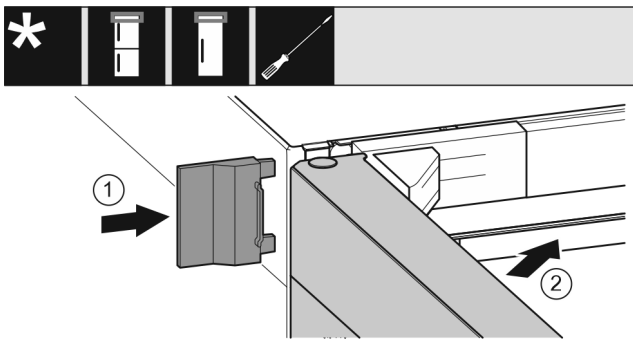

Fig. 22
- ▶ Надвиньте внешнюю крышку Fig. 22 (1).
- ▶ Закройте верхнюю дверь Fig. 22 (2).